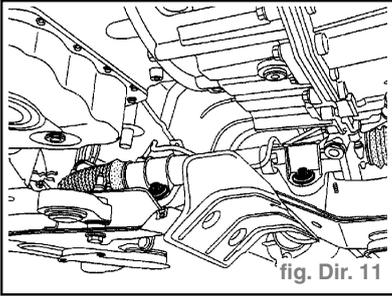

fig. Dir. 11
- les quatre vis de fixation du boîtier de direction. (fig. Dir. 11)